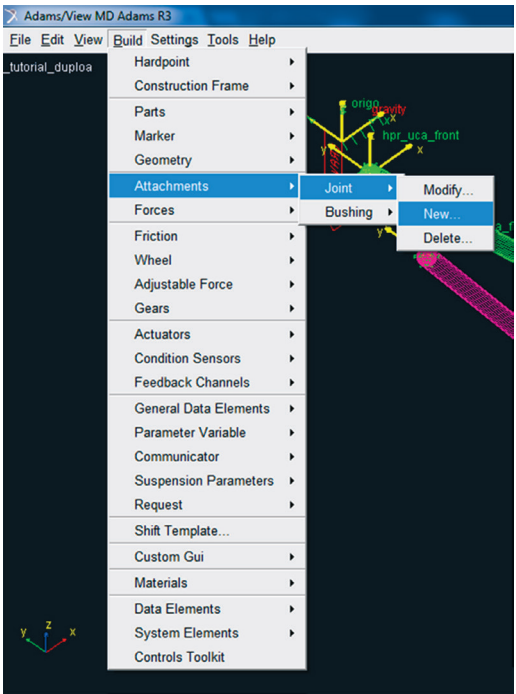

Figura 5.112 – Janela correspondente à criação de uma Junta, utilizando a opção *Joint*.
- Acesse o menu *Build* → *Attachments* → *Joints* → *New* (Figura 5.112).